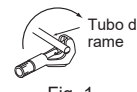

Fig. 1
- Tagliare il tubo di rame in modo corretto con un tagliatubi. (Fig. 1, 2)